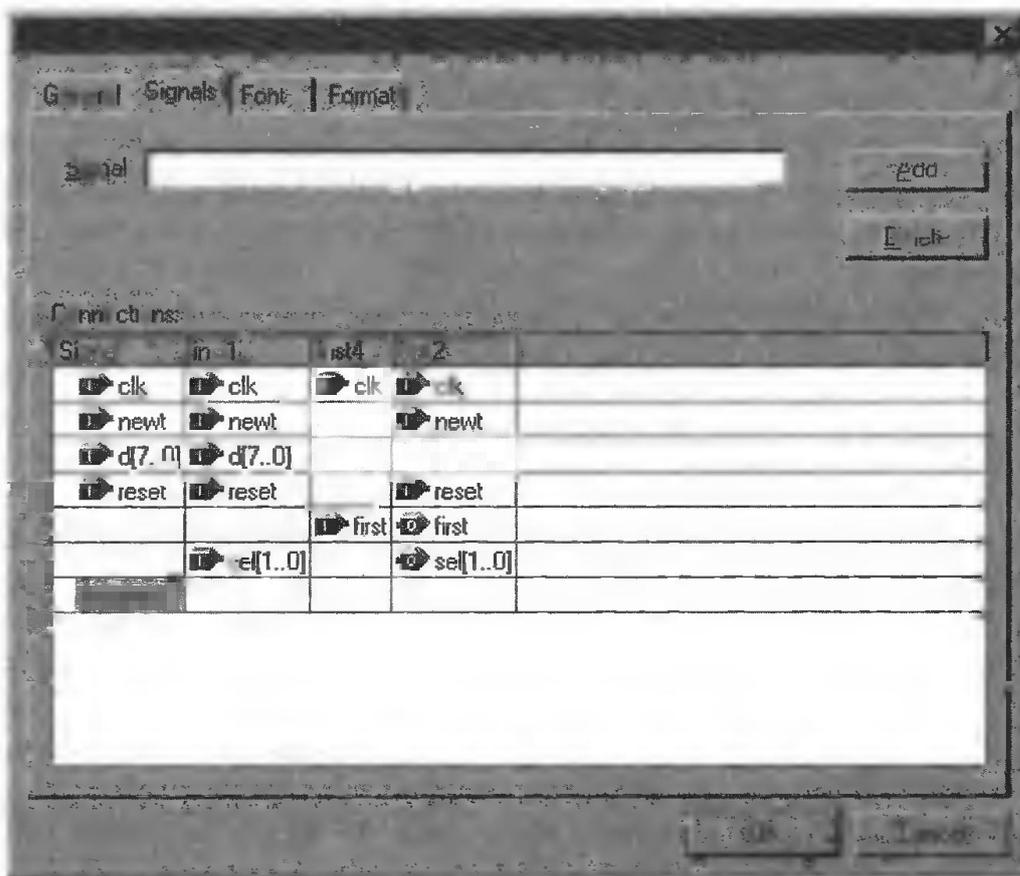

Рис. 3.23
10. В диалоговом окне **Conduit Properties** (свойства канала) перейдите на вкладку **Signals** (сигналы). В списке **Connections** (соединения) показываются все соединения в выделенных каналах (рис. 3.23).